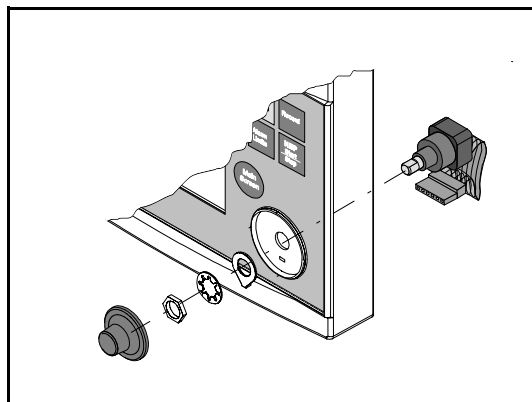

Abbildung 3-15 Optischer Kodierer
- 4) Schrauben Sie die Sicherheitsmutter vom vorderen Gehäuse (siehe Abbildung 3-15) ab, um die ganze Drehknopfereinheit zu entfernen.